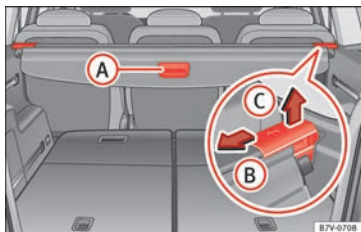

Fig. 89 En el maletero: bandeja del maletero.
- Tire de la maneta de la bandeja » » » fig. 89 A un poco hacia atrás.
- Desbloquee la bandeja en la dirección de la flecha » » » fig. 89 B.
- Presione la bandeja en el sentido que indica la flecha » fig. 89 B).
- Desbloquee la bandeja en el sentido de la flecha » fig. 89 B) y levántela en el sentido de la flecha C).